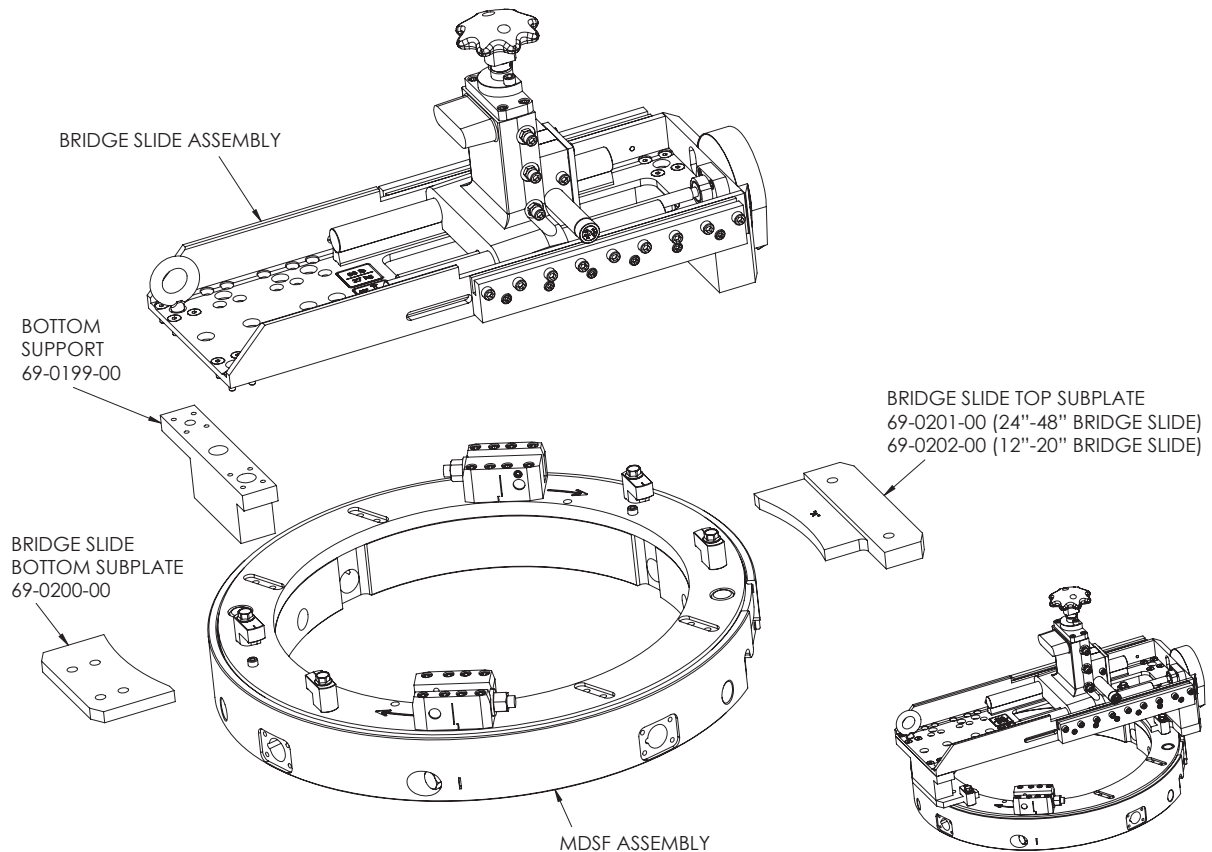

Figure 8-2. Montez la traverse sur la machine MDSF, comme cela est représenté.
3. Montez la sous-plaque inférieure de la traverse et la sous-plaque supérieure de la traverse sur la machine MDSF en respectant les positions de montage recommandées, tel que cela est représenté sur la Figure 8-2.